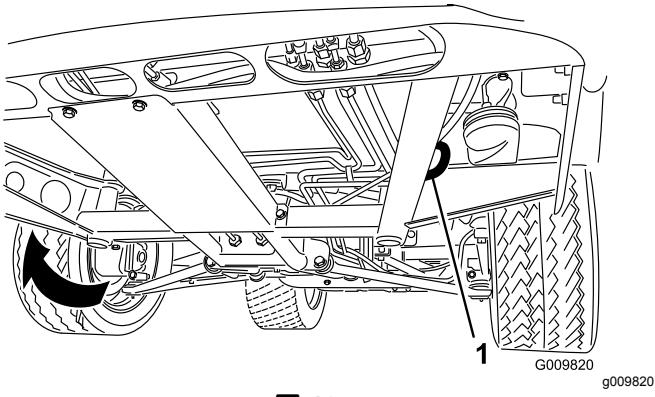
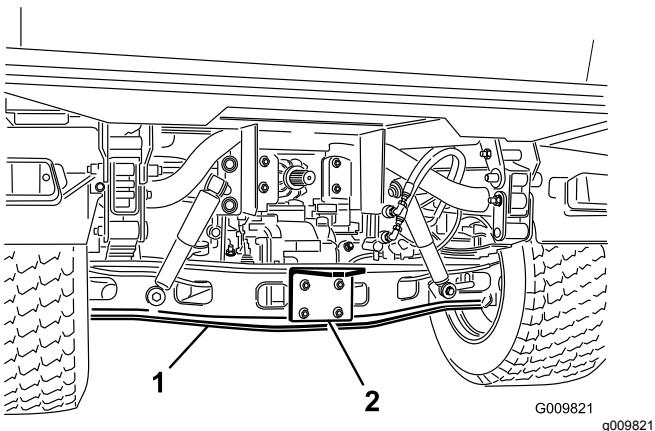

図 19
図 20
ロープ掛けポイントについては図19と図20を参照してください。
- 機体前部にある牽引トングにロープなどの牽引索を取り付ける図 19。